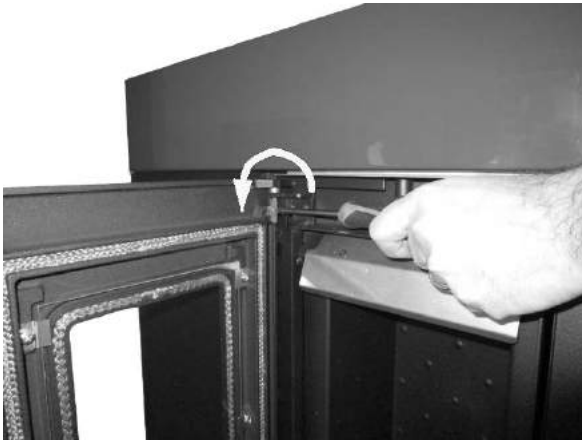

Fig. 18 - Entfernen der Schrauben
- Hebel mit einem Schraubenzieher in Pfeilrichtung drehen (siehe **Fig. 18**).